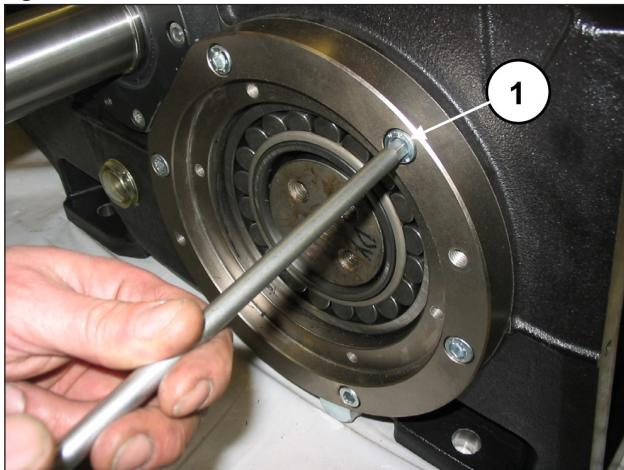

Fig. 22
Solte os parafusos das duas coberturas do mancal (pos. ①, Fig. 22).